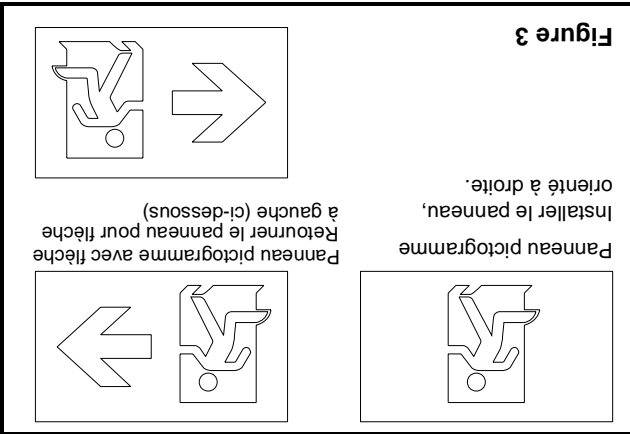

Figure 3
- Pour ouvrir l'enseigne, pousser la plaque frontale (11) vers le haut et faire pivoter le bas de la plaque vers l'extérieur de l'enseigne.
- Installer le panneau pictogramme (9) adéquat à l'intérieur de la plaque frontale; le haut du panneau dans la rainure de la plaque en premier, puis le bas du panneau dans le bas de la plaque frontale (voir Figure 3).
- Faites de même pour le diffuseur opale (8).